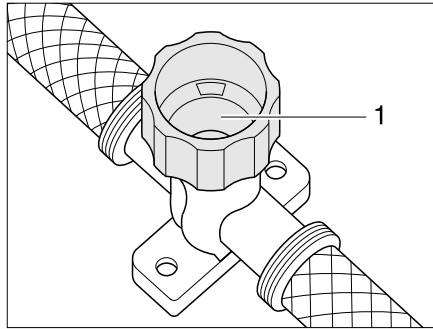

Fig. 125 Robinet de vidange pour Therme
- Fermer le robinet de vidange. Tourner pour cela le capuchon (Fig. 125,1) dans le sens des aiguilles d'une montre.
- Ouvrir le robinet de vidange du Therme. Tourner pour cela le capuchon (Fig. 125,1) dans le sens inverse des aiguilles d'une montre.